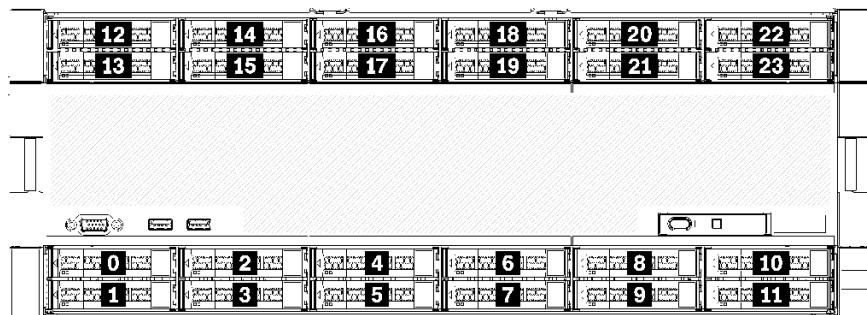

図 11. ドライブ・ベイの位置
- 上から 2 台のドライブでは SAS、SATA、または NVMe インターフェース・ドライブがサポートされています (Lenovo AnyBay)。このサーバーは、サーバー構成に応じて最大 12 台の NVMe ドライブをサポートできます。25 ページの図 11「ドライブ・ベイの位置」に示されているように、NVMe 対応ドライブ・ベイは偶数のベイです。